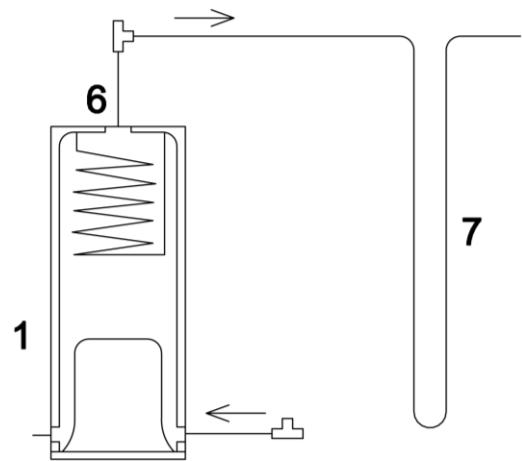

Рис. 14.
1. Применение V-образного узла. (Рис. 14.)